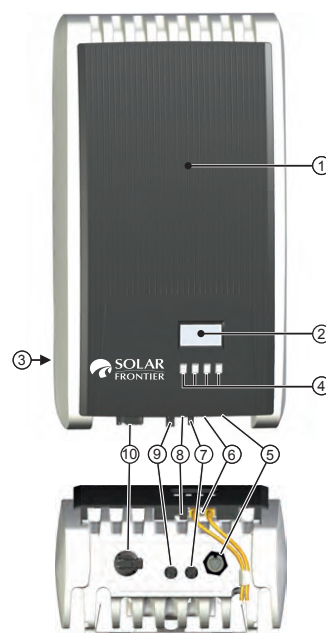

Abbildung 33
Die Bedientasten (④ in Abbildung 33) haben folgende Funktionen: